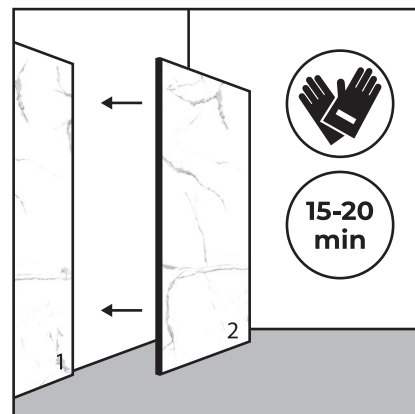

Figure 4
1. Placez le panneau contre le mur avec le côté adhésif vers le mur (Figure 4). L'adhésif vous permettra de faire des réglages de positionnement pendant 15-20 minutes (selon la marque utilisée). Ce temps varie en fonction de l'humidité dans la pièce où il est installé. Une humidité élevée réduit le temps et une faible humidité augmente le temps.